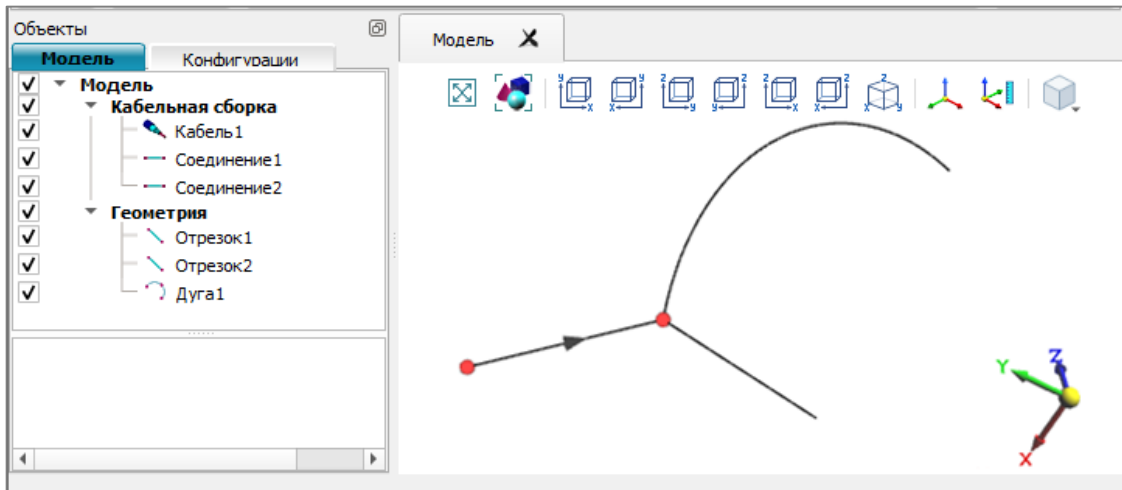

Рис. 61
11.2.3. В результате в дерево «Модель» будет добавлен раздел «Кабельная сборка», в который для данного провода добавлены элементы *Кабель* и два его *Соединения*. В окне визуализации кабель имеет вид, показанный на рис. 61, его соединения обозначаются красными кружками, направление тока – стрелкой.